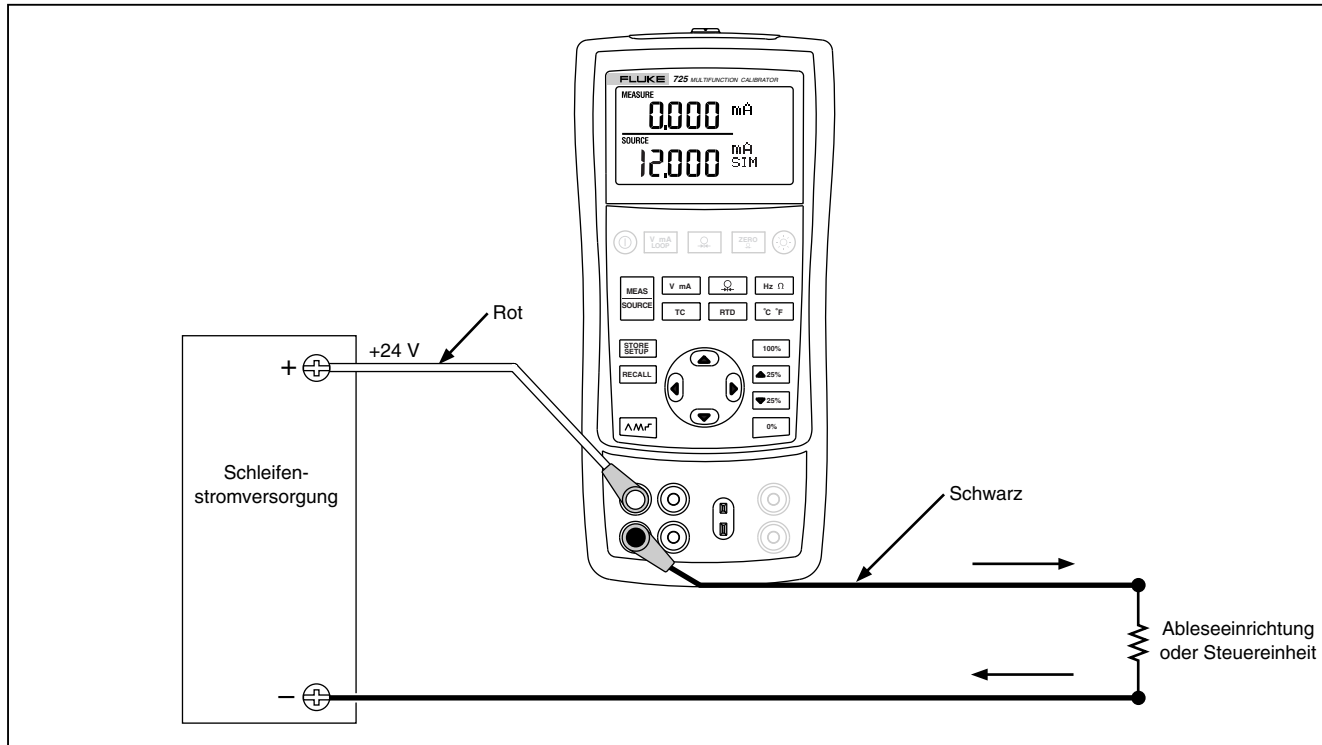

Abbildung 14. Verbindungen zum Simulieren eines 4-20-mA-Transmitters
1. Die 24-Volt-Schleifenstromquelle gemäß Abbildung 14 anschließen.